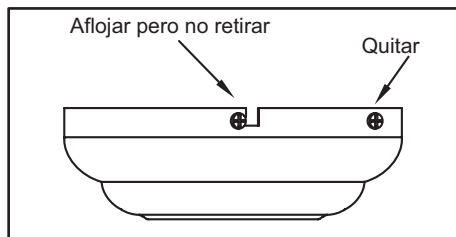

Figura 5
1. Retira la placa de montaje de la cubierta aflojando los cuatro tornillos de la parte superior de la misma. Quita los dos tornillos sin ranura y afloja los tornillos ranurados. Esto te permitirá retirar la placa de montaje (Figura 5).